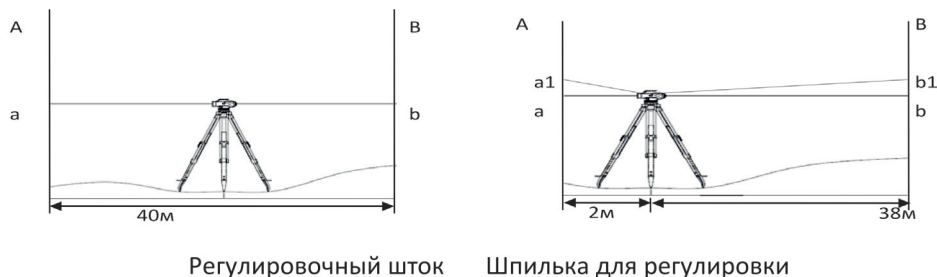

Рис. 7
3. Замерьте расстояние между точками а, а1 и b, b1. Разница в расстояниях а-а1 и b-b1 должна быть менее 3 мм, в противном случае необходимо произвести настройку окуляра (Рис. 7)